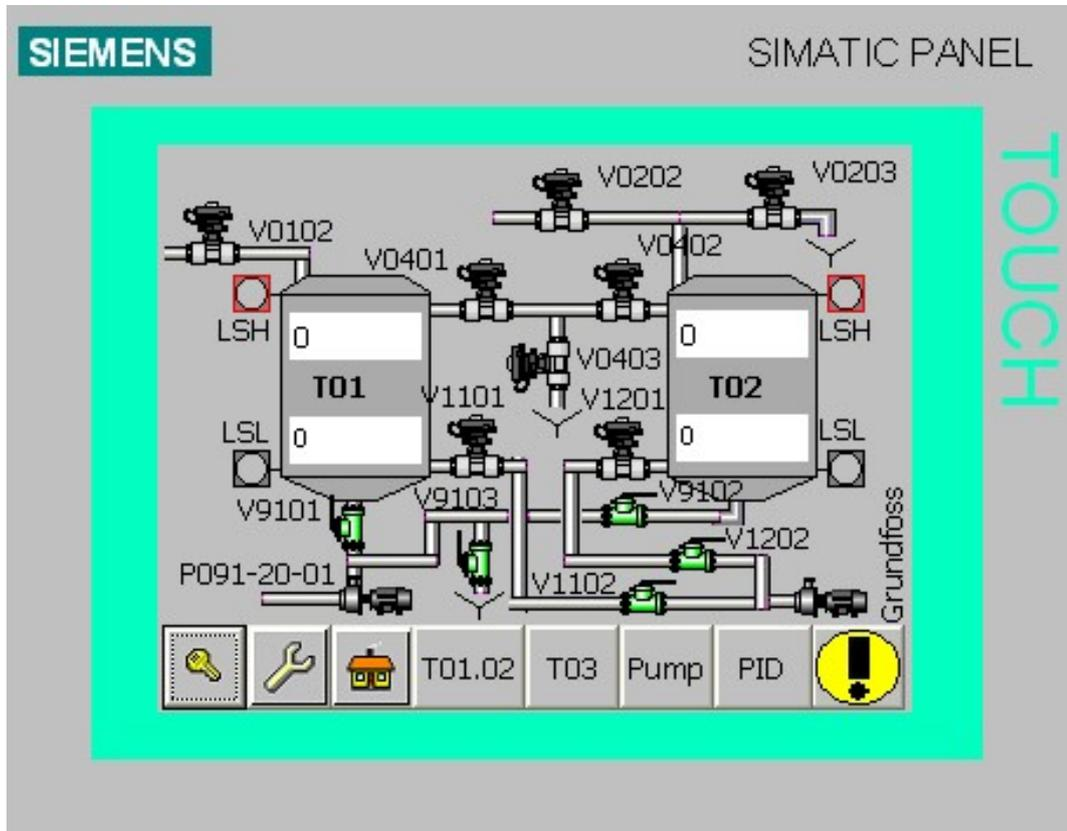

Рис. 2 Окно технологического процесса танков воды T01, T02.
- Переход в окно технологического процесса танков воды T01, T02 (рис.2)